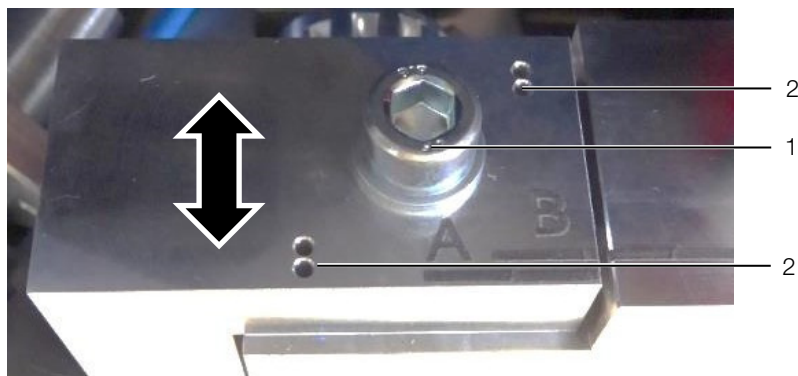

Imagen 12: Ajuste de la cuña de apertura (ajustada en B)
- Afloje el tornillo de ajuste (imagen 12, pos. 1) hasta que sea posible levantar ligeramente la placa de ajuste por encima de los pasadores de centrado.
- Sitúe la placa de ajuste en la posición deseada. A la vez deben poder insertarse dos pasadores en los orificios correspondientes (imagen 12, pos. 2).
- Vuelva a apretar el tornillo de ajuste (imagen 12, pos. 1).